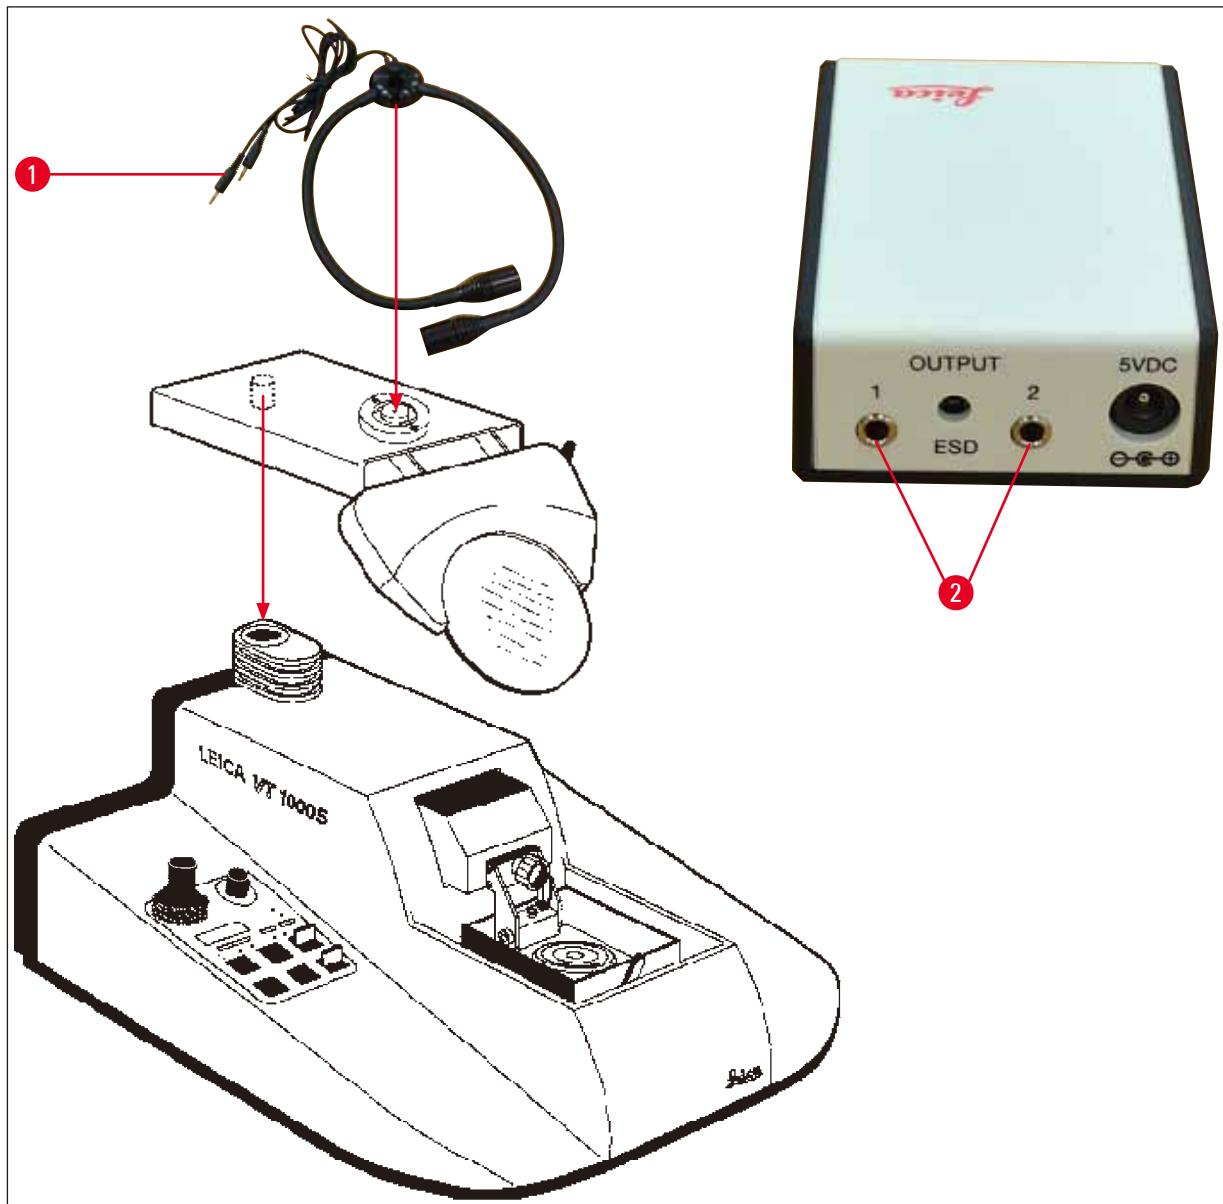

图 9
7. 将放大镜支架和双臂 LED 高功率照明灯模块如 (**→ 图 9**) 所示与机器相连。将双臂 LED 高功率照明灯模块的插头 (**→ 图 9-1**) 插入LED 1000 高功率照明灯模块的插口 (**→ 图 9-2**) 中。